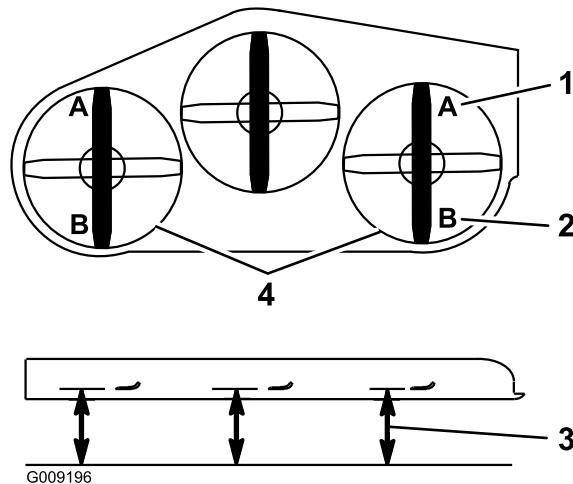

図 70
9. デッキの左右両側で、水平な床面から各ブレードの刃先までの高さを測定する（A位置）。この高さが 7.6 cm であれば適正である（図 70）。
15. デッキの左右両側で、水平な床面からブレードの後端までの高さを測定する(B位置)。この距離が8.3 cmあれば適正である(図 70)。